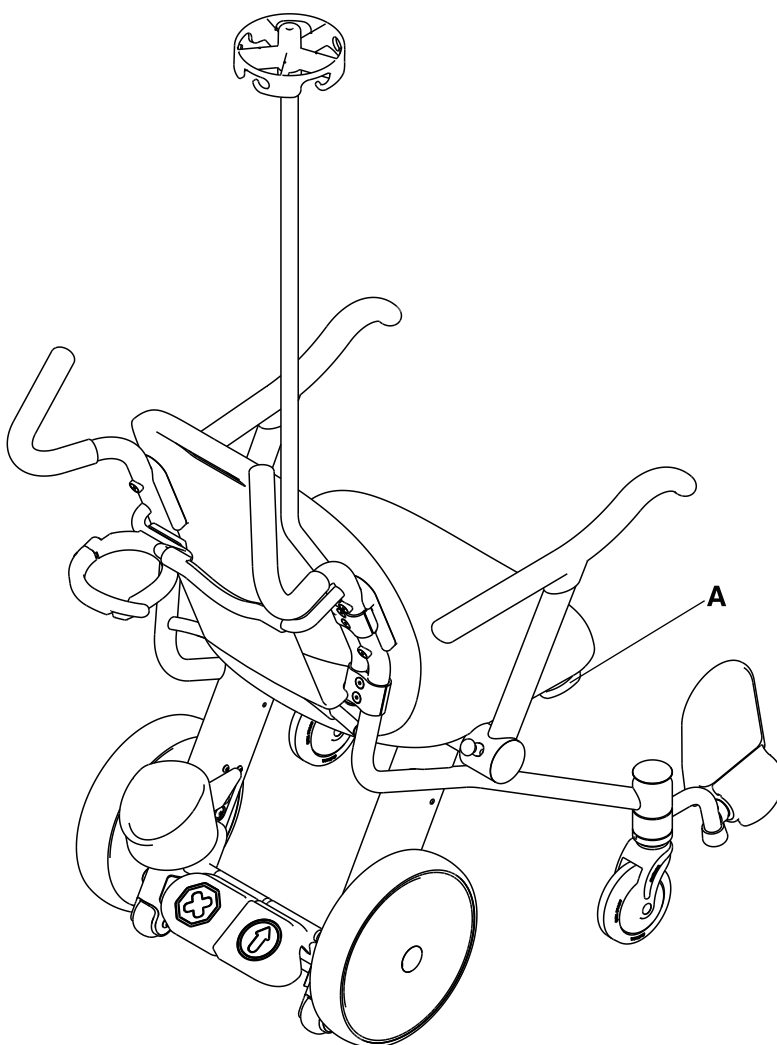

Figura 4-14: Ubicación del gancho para la bolsa de Foley
Para fijar una bolsa de Foley al gancho correspondiente opcional, coloque el gancho de la bolsa de Foley en el gancho correspondiente opcional (A) (Figura 4-14 de la página 4-26). Asegúrese de que ha fijado de forma segura la bolsa de Foley.